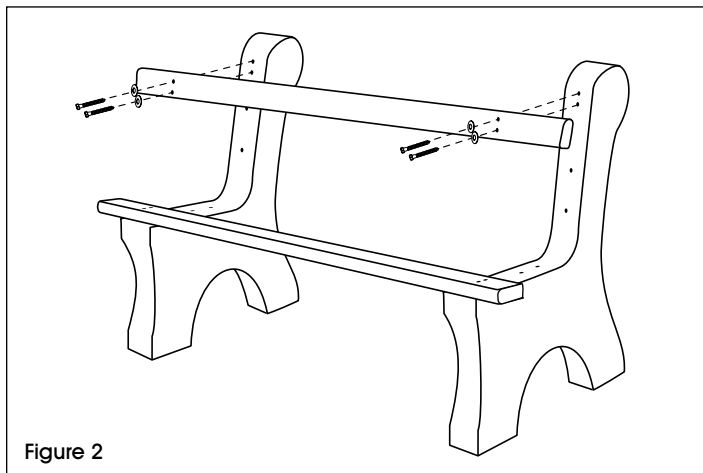

Figure 2
4. Alignez l'autre planchette à bords arrondis sur les deux trous prépercés du haut de la partie dossier des bases de banc. Fixez-la lâchement aux bases de banc à l'aide des vis tire-fonds de 3 ½ po, des rondelles, de la perceuse et de la douille tournevis de 7/16 po (Serrez les vis plus tard à l'étape 7). (Voir Figure 2)